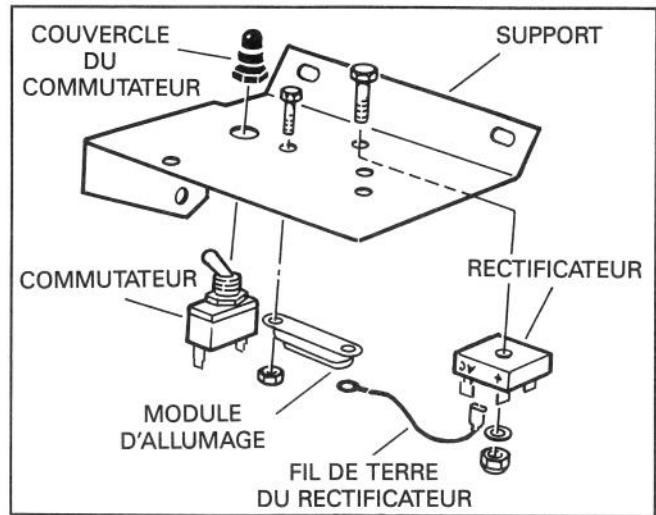

Figure 11
13. En faisant attention à ce que son levier pointe dans la bonne direction (fig. 11), posez le commutateur sur le support de montage des éléments.
14. À l'aide d'un ensemble vis n° 10 x 0,50 po. de long et contre-écrous, raccordez le module d'allumage avec le fil de terre du rectificateur au support de montage des éléments (fig. 11).
15. À l'aide d'un ensemble vis n° 10 x 1,00 po. de long, rondelle et contre-écrou, posez le rectificateur sur le support de montage des éléments. La borne négative du rectificateur doit être adjacente au module d'allumage (fig. 11).
16. Reliez l'autre borne du fil de terre du rectificateur à la borne négative (-) du rectificateur (fig. 11).